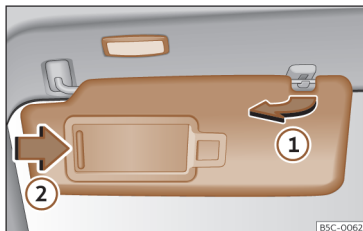

Fig. 112 Pala do sol.
- A pala do sol pode ser puxada para fora da fixação e ser virada para a porta >>> **Fig. 112 ①**.